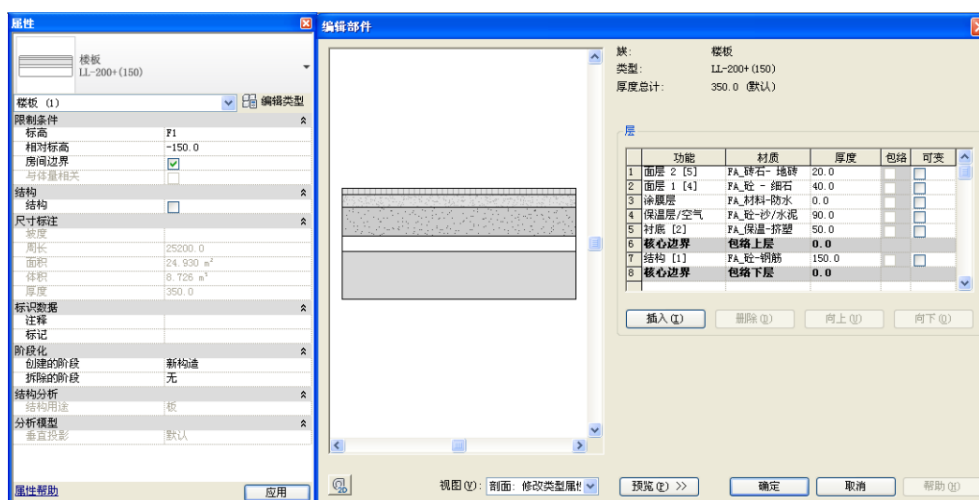

图 6-26
同上所述：修改连廊位置的楼板为新建类型“LL-200+ (150)”，“属性”中设置其相对高度为：-150，“编辑部件”对话框中设置其构造层（如图 6-26 所示）。